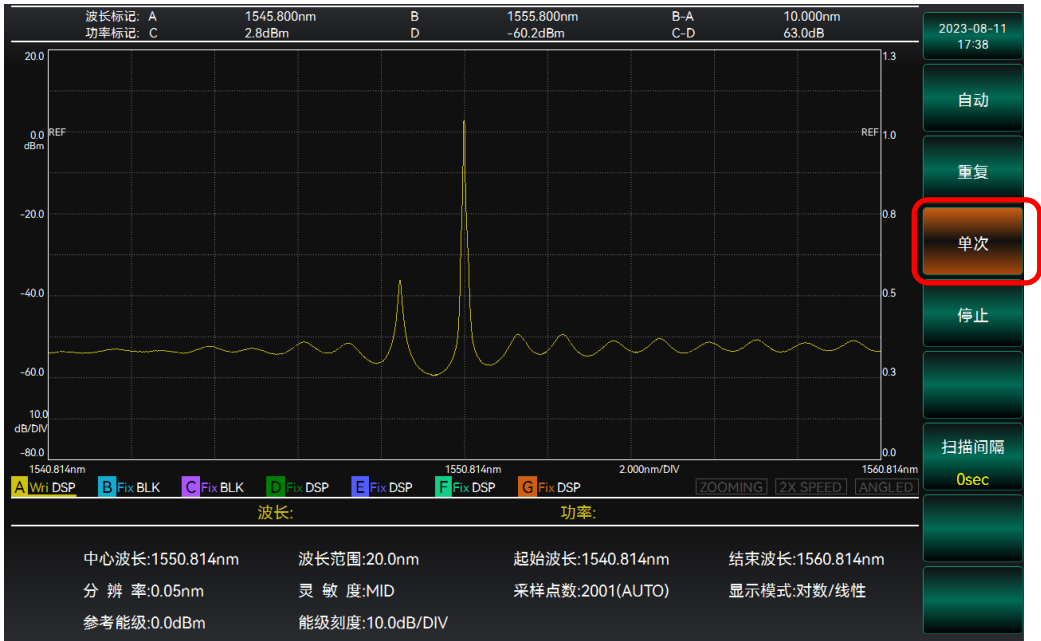

图 3.9 单次扫描结果示意图
- 2. 选择【单次】，开始扫描。扫描完成后如图 3.9 所示。